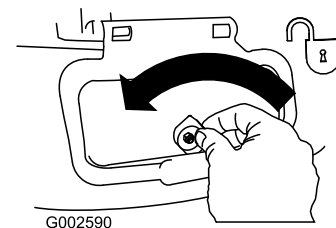

Bild 37
1. Entriegeln Sie die Seitenauswurfklappe (Bild 37).